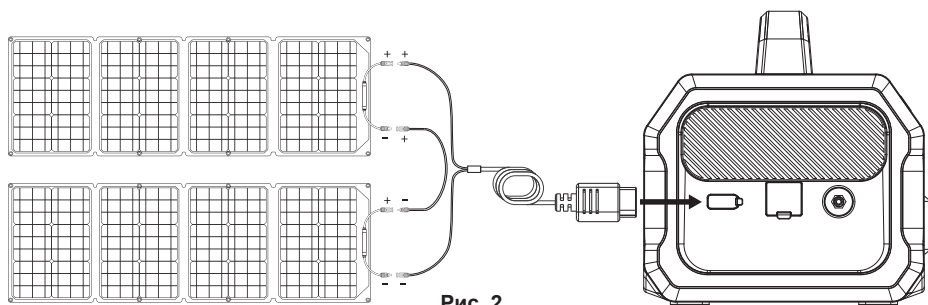

Рис. 2
2. Если вам нужно подключить две солнечные панели, как показано на Рис. 2, вы можете соединить кабели MC4 двух солнечных панелей последовательно, затем подключить их к солнечному зарядному кабелю MC4-XT60, а затем подключить разъем XT60 солнечного зарядного кабеля к разъему XT60 этого изделия для зарядки. Кабель для солнечной зарядки MC4-XT60 не входит в стандартную комплектацию и должен быть приобретен пользователем отдельно.